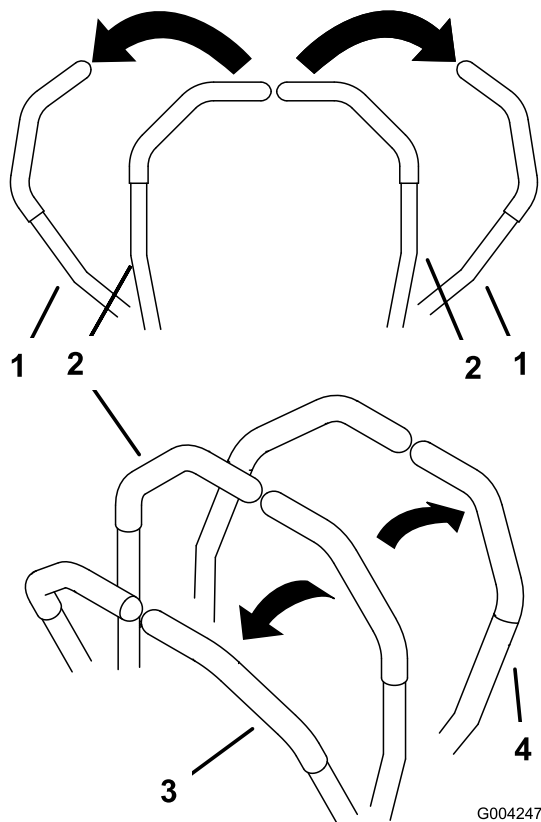

Figura 14
3. Para ir hacia adelante, empuje lentamente las palancas de control de movimiento hacia adelante (Figura 14).
Para ir recto, aplique la misma presión a ambas palancas de control de movimiento (Figura 14).
Para girar, mueva la palanca de control de movimiento hacia punto muerto en el sentido en el que desea girar (Figura 14).
2. Para ir hacia atrás, tire lentamente de las palancas de control de movimiento hacia atrás (Figura 14).
Para girar, deje de empujar la palanca de control de movimiento del lado al que desea girar (Figura 14).